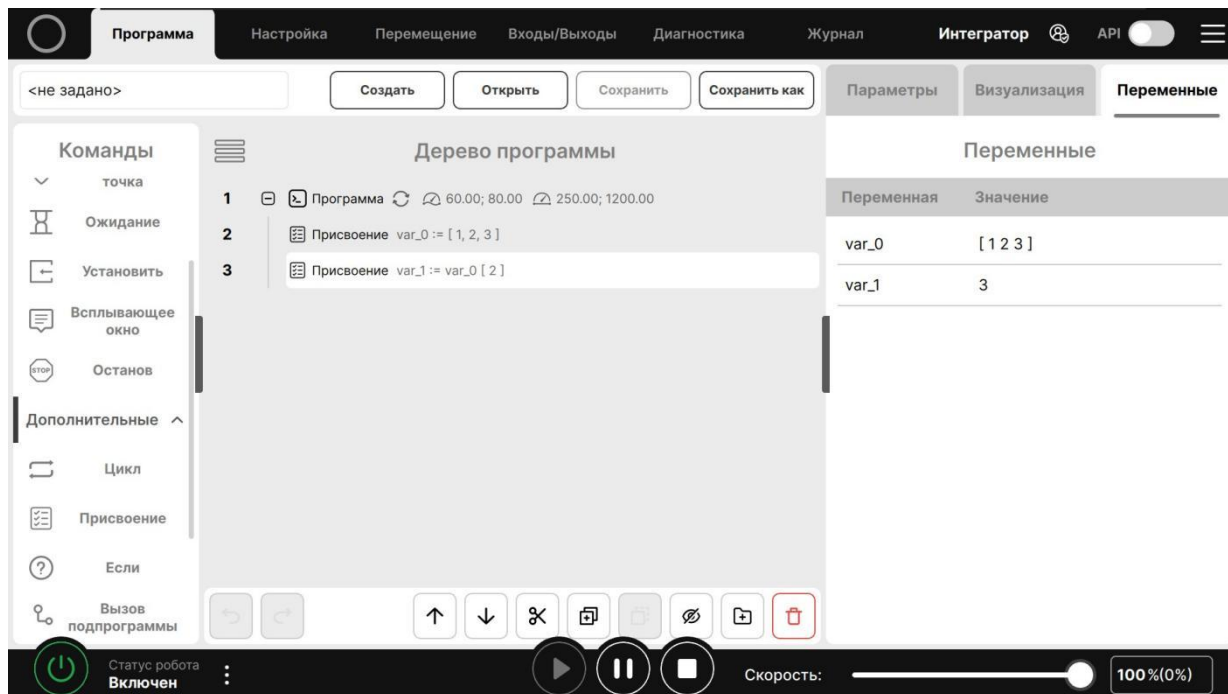

Рисунок 116 – Пример использования вектора в программе.
- При использовании переменной типа «Вектор» в программе появляется возможность обращения к конкретному элементу вектора: $a[0] = 3.14$ (Рисунок 116)